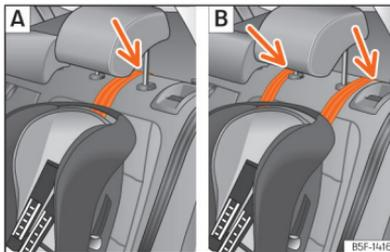
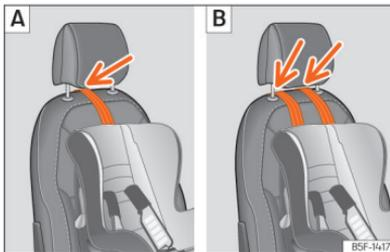

Abb. 47 Rückseite: Einstellung und Einbau unter Verwendung des Top Tether-Gurts.
Abb. 48 Beifahrersitz: Einstellung und Einbau unter Verwendung des Top Tether-Gurts.
- Führen Sie den Gurt unter der Kopfstütze durch (in Abhängigkeit der Gebrauchsanweisungen des Kindersitzes ggf. Kopfstütze anheben oder entfernen) »» (Abb. 47) , »» (Abb. 48).